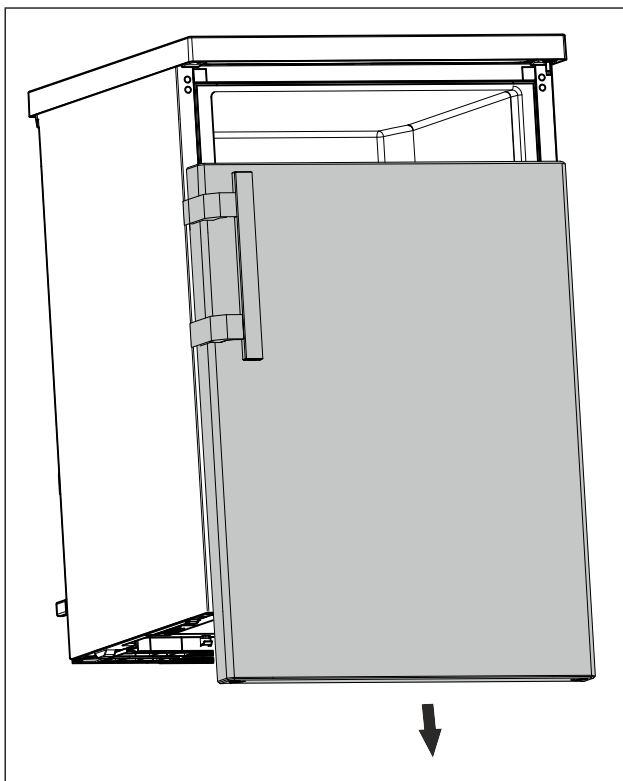

Fig. 13
- ▶ Fjern døren nedover. (se Fig. 13)